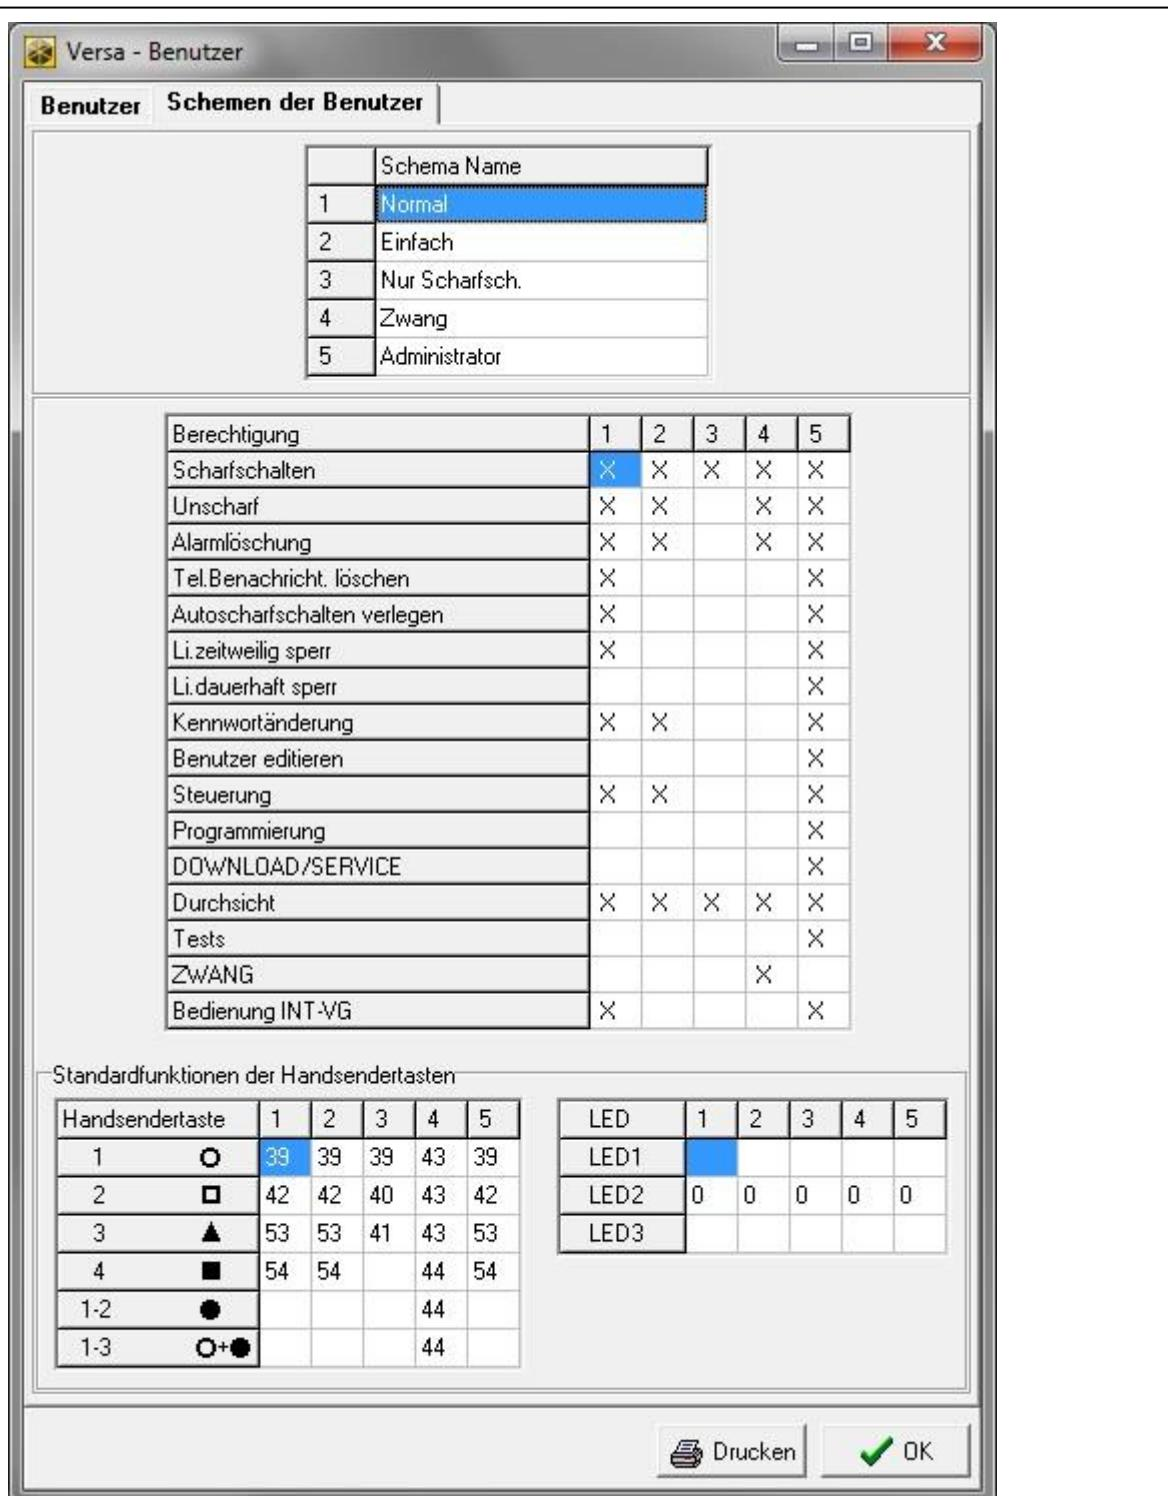

Abb. 27. Programm DLOADX: Registerkarte „Schemen der Benutzer“ im Fenster „VERSA – Benutzer“.
- Programm DLOADX: Fenster „VERSA – Benutzer“ → Registerkarte „Schemen der Benutzer“ (Abb. 27).